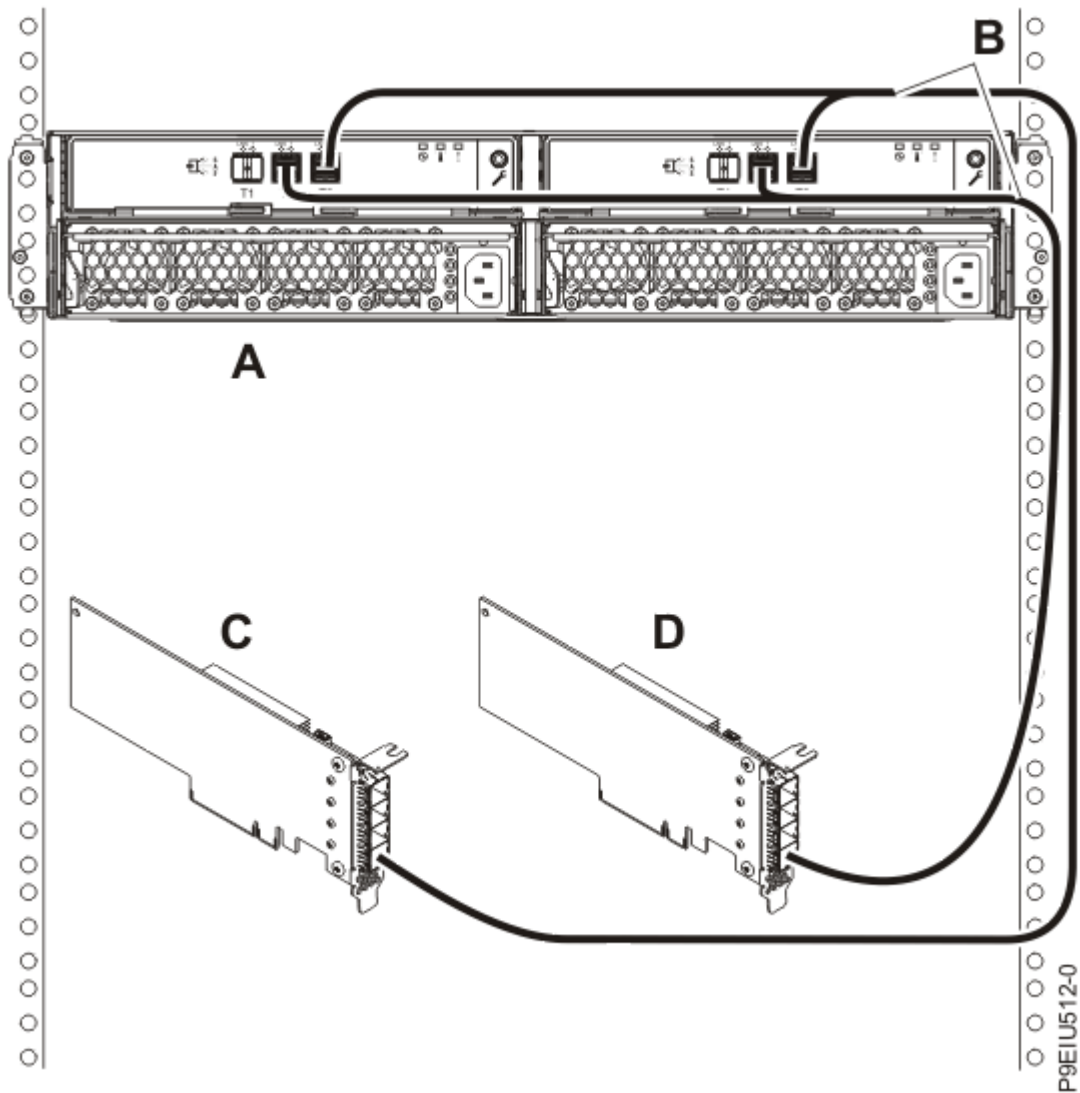

Abbildung 18. Modus 2-Anschluss einer ESLL- oder ESLS-Speichereinheit mit YO12-Kabeln an zwei unabhängige SAS-Adapter (FC EJ0J, FC EJ0K oder FC EJ0M)
18. Schließen Sie ein Gehäuse im Modus 2 (A) mit YO12-Kabeln (B) an zwei unabhängige SAS-Adapter (C und D) (FC EJ0J, FC EJ0K oder FC EJ0M) an, wie in Abbildung 18 auf Seite 24 dargestellt. Fahren Sie anschließend mit „Kabel und Netzkabel anschließen und Abdeckungen installieren“ auf Seite 30 fort.